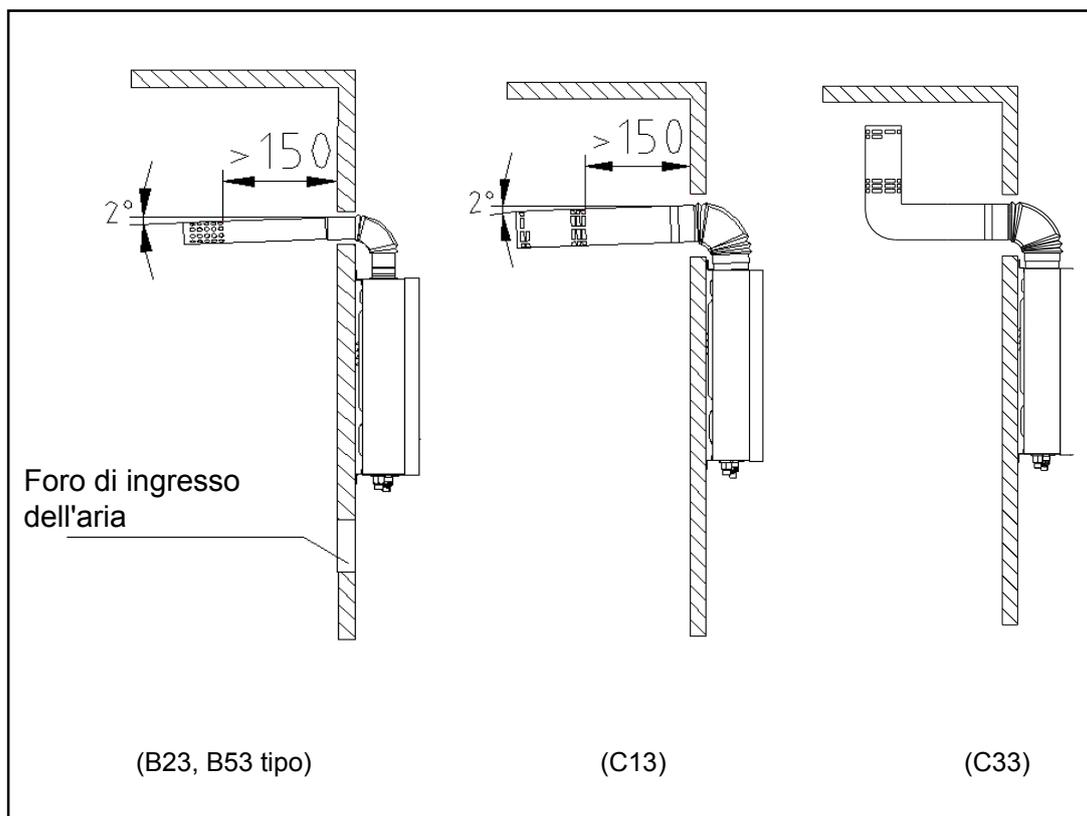

Fig. 11
(1) Si prega di utilizzare la canna fumaria forniti dalla nostra società, facendo riferimento alla Fig. 11 Circa il metodo di installazione. Se il condotto di canna fumaria è troppo breve, è possibile estenderla appropriatamente. Verificare il condotto della canna fumaria e vedere se sono presenti danni o perdite ogni metà di un anno.
(2) La lunghezza della canna fumaria condotto deve essere inferiore a 8 m,
(3) La distanza orizzontale del condotto fumi è più breve è il migliore. Il condotto della canna fumaria fine dovrebbe avere un 2° Inclinazione verso il basso (Fig. 11), in modo da lasciare che l'acqua di condensa fluisce fuori.
(1) Si prega di utilizzare la canna fumaria forniti dalla nostra società, facendo riferimento alla Fig. 11 Circa il metodo di installazione. Se il condotto di canna fumaria è troppo breve, è possibile estenderla appropriatamente. Verificare il condotto della canna fumaria e vedere se sono presenti danni o perdite ogni metà di un anno. Installare la canna fumaria dopo il corpo del riscaldatore è fisso. In primo luogo, mettere la canna fumaria fisso attraverso il foro nella parete, quindi inserire il gomito all'uscita di scarico del Riscaldatore, dolcemente la canna fumaria fine dovrebbe avere un 2° inclinazione verso il basso (Fig. 11), altrimenti il